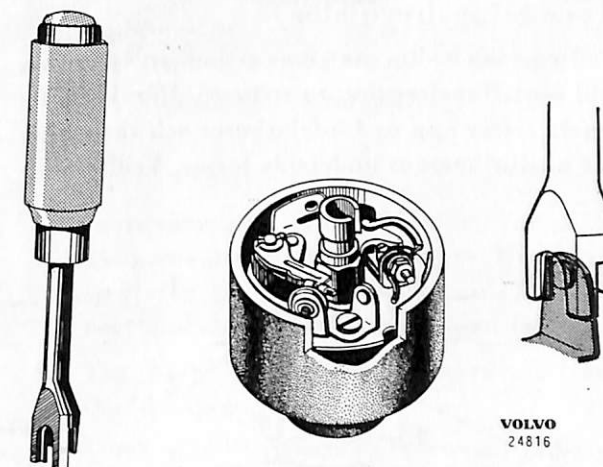

Bild 63. Justering av kontakternas anläggning.
5. Har byte av kontakter skett, se till att de nya kontakterna ligger rätt i höjdled samt att de planar väl mot varandra. Planskränk-ningen sker med skränkverktyg (exempel-vis Bosch EFAW 57 eller likn.). Endast den fasta kontakten får böjas enl. bild 63. Juste-ra avståndet och kontrollera kontakttryc-ke.